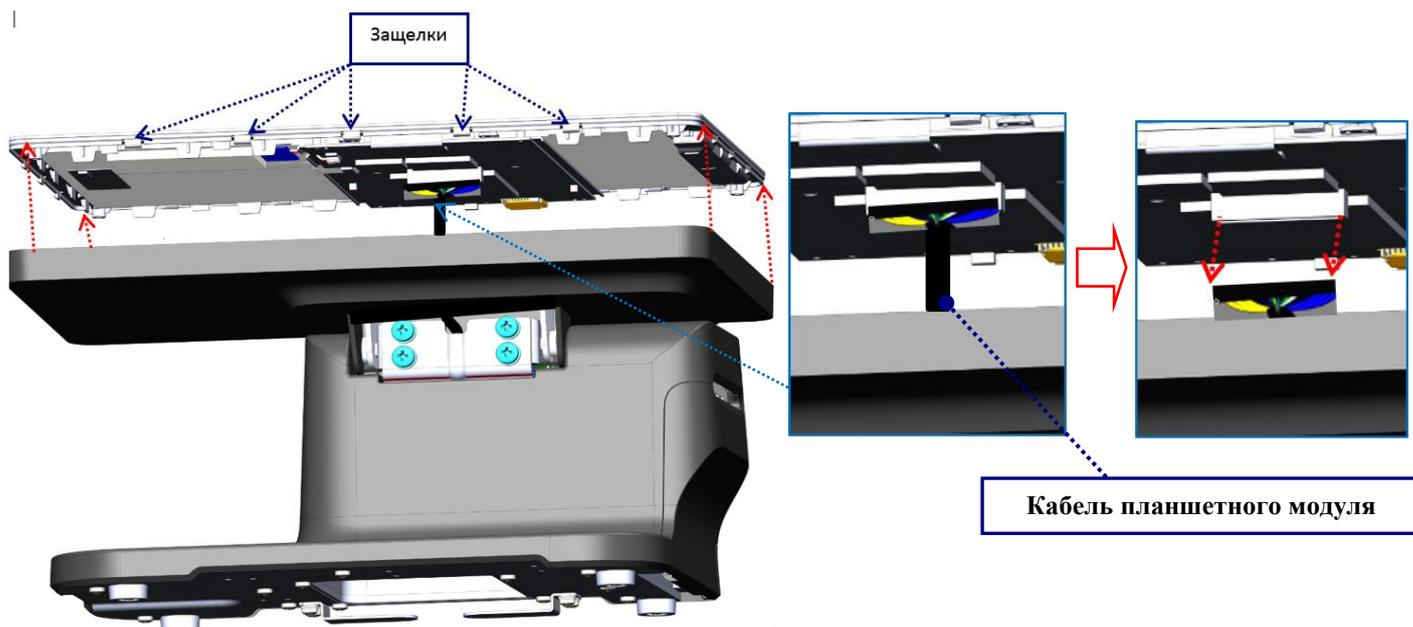

Рисунок 3.3 Отсоединение кабеля.
3.4 Переверните устройство, аккуратно разъедините все не открывшееся защелки и отсоедините кабель планшетного модуля (см.рис. 3.3).